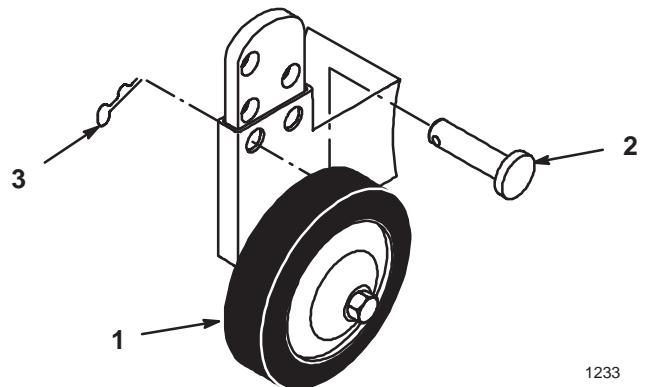

Abbildung 21
- Haarnadelsplint und Stift entfernen, um die Lochposition zu verändern (Abb. 21).
- Eine Lochposition auswählen, durch die das Rasenschutzzrad bei der gerade eingestellten Schnitthöhe 9,5 mm (3/8") über dem Boden liegt (Abb. 21).